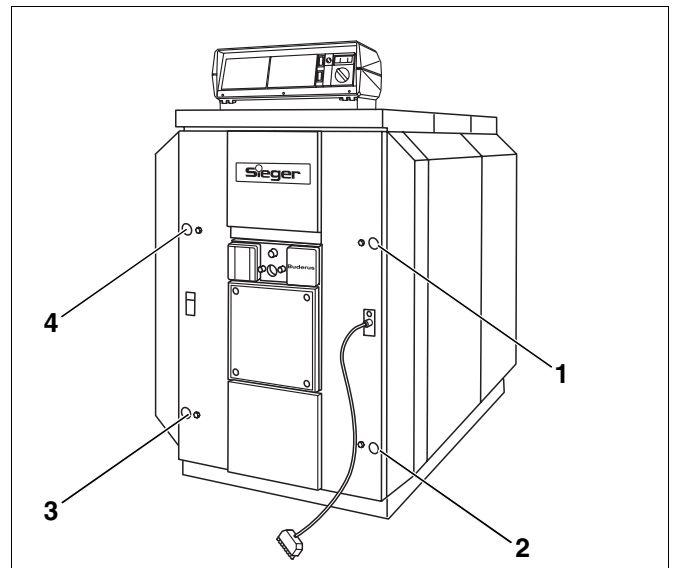

Abb. 70 Brenntürbefestigung
- Die vier Maschinenschrauben lösen, die zur Befestigung der Brenntür am Vorderglied dienen (Abb. 70, **Pos. 1 bis 4**).